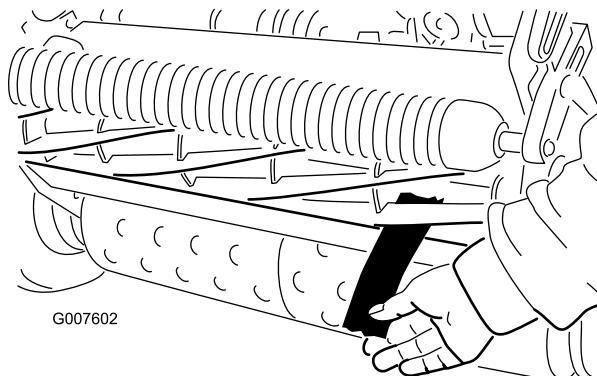

図 40
4. リール前面の左右いずれかの端を選び、リールと下刃の間に、長く切った新聞紙片を差し入れる(図 40)。リールをゆっくり前回転させながら下刃調整ネジを締める(新聞紙を入れた側の調整ネジを、1目盛りづつゆっくりと)。新聞紙を前から(ベッドナイフの上面に平行に)入れると軽く挟ま
6. 両側の調整ができたら最終確認を行う: 紙片をリールの前から差し込んだ時にははさむだけ、下から差し込むと切れるのが正しい調整である(図 40)。リールと下刃のごくわずかの接触で紙が切れなければいけない。接触を強くしないと切れない(リール回転トルクが0.08 kg.m以上)場合には、鋭利な刃先を取り戻して精密なカットができるようにバックラップか研磨を行うことが必要(Toro研磨マニュアルを参照。)